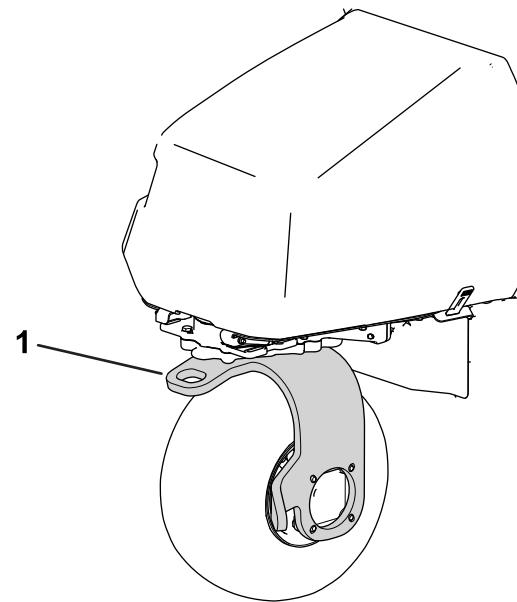

図 34
11. マシンの後キャスタフォークに牽引ロープを取り付けて牽引する図 34。